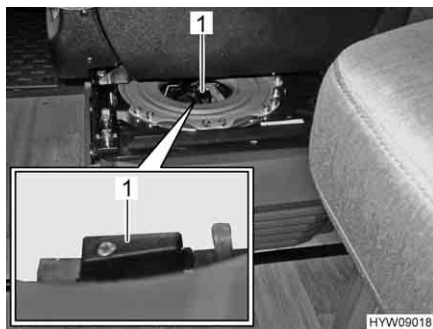

Fig. 138 Scambiatore di calore Alde
**Accensione:** ■ Posizionare la maniglia (Fig. 138,1) del rubinetto di chiusura parallelamente alla tubazione.
**Spegnimento:** ■ Posizionare la maniglia (Fig. 138,1) del rubinetto di chiusura verticalmente rispetto alla tubazione.